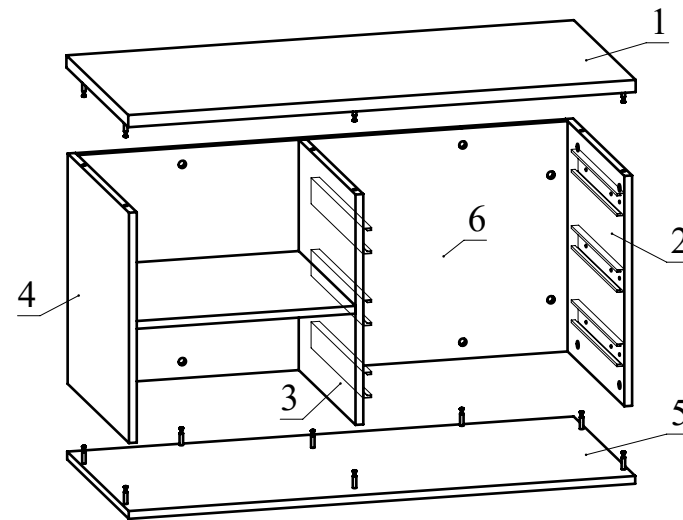

Рис. 6
5. К полученной сборке присоедините детали 1 и 5, затягивая головки минификсов (Рис. 6).